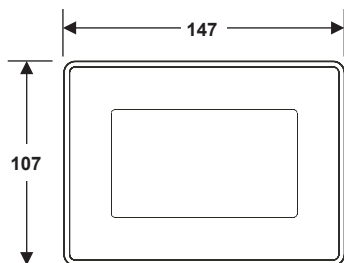

Fig. 2a
- Eseguire una foratura del pannello di controllo delle dimensioni indicate nelle Fig 2a e 2c.